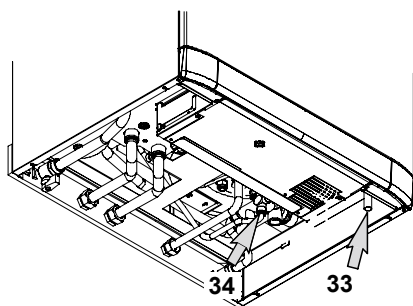

Figura 5.4
- Collegare lo scarico delle valvole di sicurezza 33 e 34 in Figura 5.4 ad un imbuto di scarico.